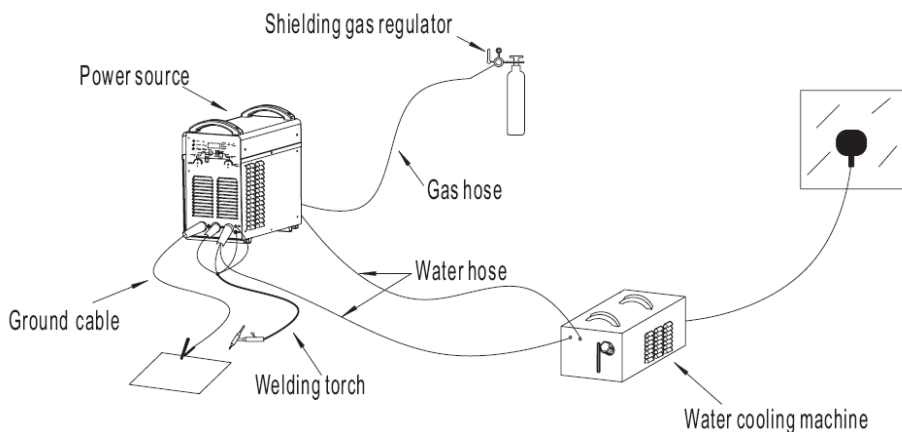

Рисунок 21 Подключение отдельного блока жидкостного охлаждения горелки
**Подключение аппарата с отдельным блоком жидкостного охлаждения показано на Рис. 21:**